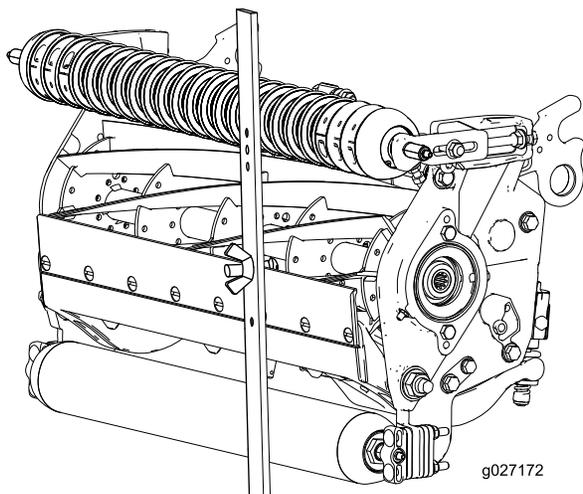

Figura 17
- Enganche la cabeza del perno sobre el filo de la contracuchilla y apoye el extremo trasero de la barra sobre el rodillo trasero (Figura 17).
- Gire el perno de ajuste hasta que el rodillo delantero entre en contacto con la barra de ajuste (Figura 17).